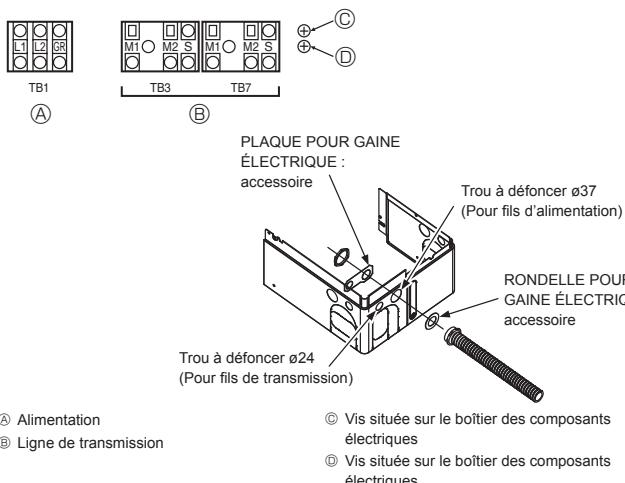

Fig. 6-1
6.2. Boîtier de commande et emplacement pour le raccordement des câbles (Fig. 6-1)
- En cas d'utilisation de câblage blindé, raccorder le câble blindé de terre de la ligne de transmission du boîtier de dérivation à la vis (C ou D) et raccorder le câble blindé de terre de la ligne entre les appareils extérieurs et la ligne de transmission du système de commande centralisé à la borne blindée (S) du bloc de sortie de la commande centralisée (TB7). De plus, si le connecteur d'alimentation CN41 des appareils extérieurs a été remplacé par le connecteur CN40, la borne de blindage (S) du bloc de sorties (TB7) du système de commande centralisé devrait également être raccordée à la vis (C ou D) à l'aide du câble existant.